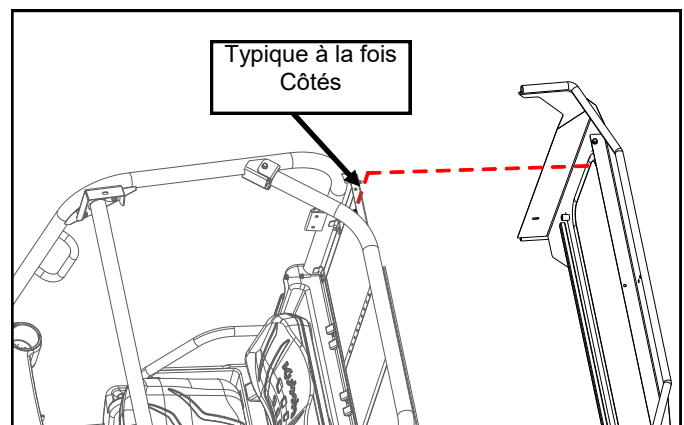

Fig. 3
3. À l'aide d'un assistant, placez le panneau arrière derrière le ROPS et insérez les (2) « goujons » préinstallés dans le support supérieur du panneau arrière dans les trous de la bride supérieure de l'écran de chargement. (voir fig. 3)